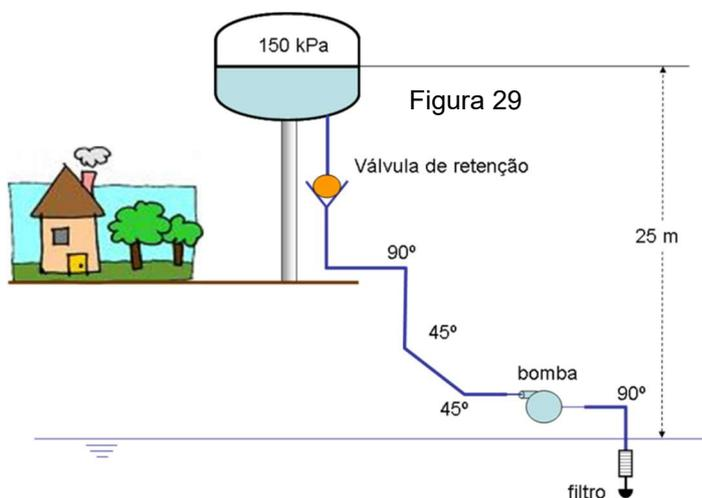

Figura 29
52. Uma bomba é utilizada para elevar água entre um lago e um reservatório elevado e pressurizado (Figura 29). A tubagem é de aço e apresenta diâmetro de 90 mm e comprimento total de 260 metros. Determine a potência do conjunto motor electro-bomba (rendimento = 72%) que eleva o caudal de 12 L s⁻¹ ($P_b = 33$ kW)